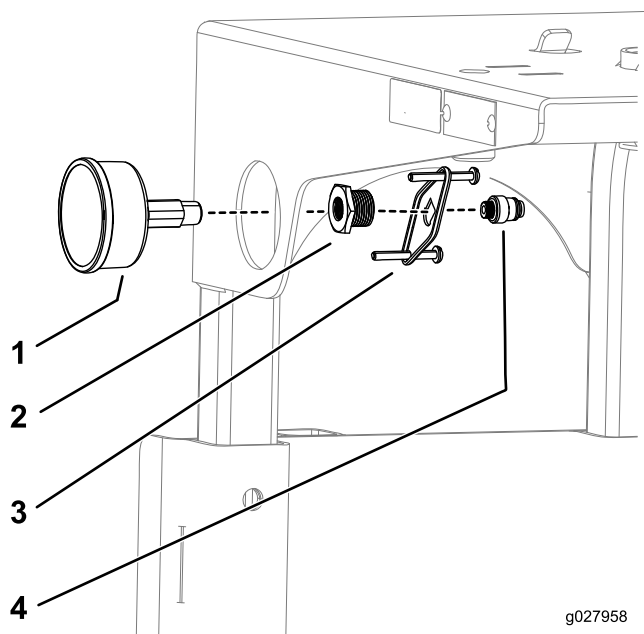

Figura 15
7. Aplique fita PTFE nas roscas do indicador de pressão e instale o indicador de pressão como se mostra na Figura 15.